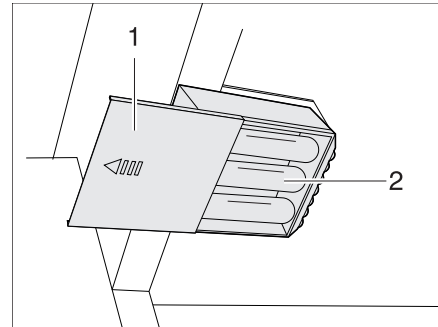

Bild 282 Kleiderschrankleuchte mit LED, Batteriefach geöffnet
- Die Batterien (Bild 282,2) dem Batteriehalter entnehmen.
- Neue Batterien (Bild 282,2) gleichen Typs polrichtig (+/-) einsetzen.
- Deckel (Bild 282,1) wieder aufschieben.